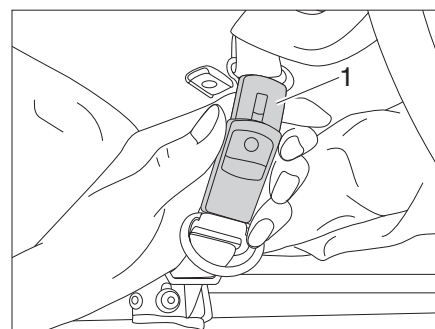

Figura 53 Cerrar el cinturón de retención
- Cerrar el cinturón de retención (Figura 53,1).